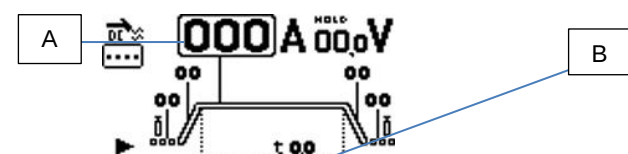

Fig.5
**SOLDADURA POR PUNTOS.** Elija la corriente de soldadura (fig. 5 ref. A) y el tiempo de soldadura por puntos (fig. 5 ref. B) mediante el codificador **S1**, girándolo hasta el parámetro deseado y presionándolo para configurar los valores.